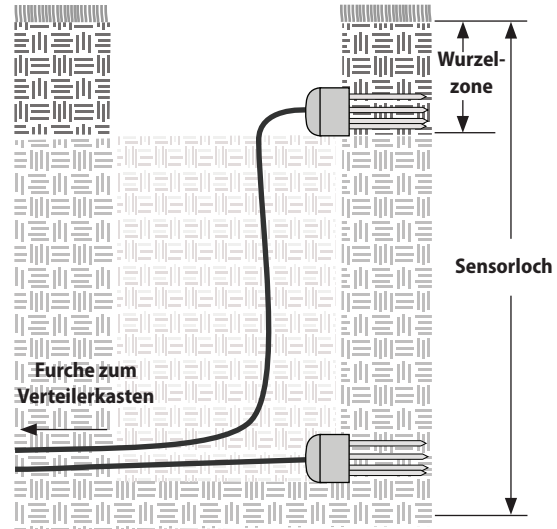

Abbildung 9 - Installation von Typ-3-Sensoren
- 1** Stechen Sie mit einem Spaten (oder mit einem anderen geeigneten Werkzeug) vorsichtig den Rasenbereich aus, an dem der bzw. die Sensoren installiert werden sollen. Graben Sie Löcher für die Sensoren, deren Tiefe sich nach dem unteren Sensor richtet (sofern zwei Sensoren verwendet werden, siehe Abbildung 9).